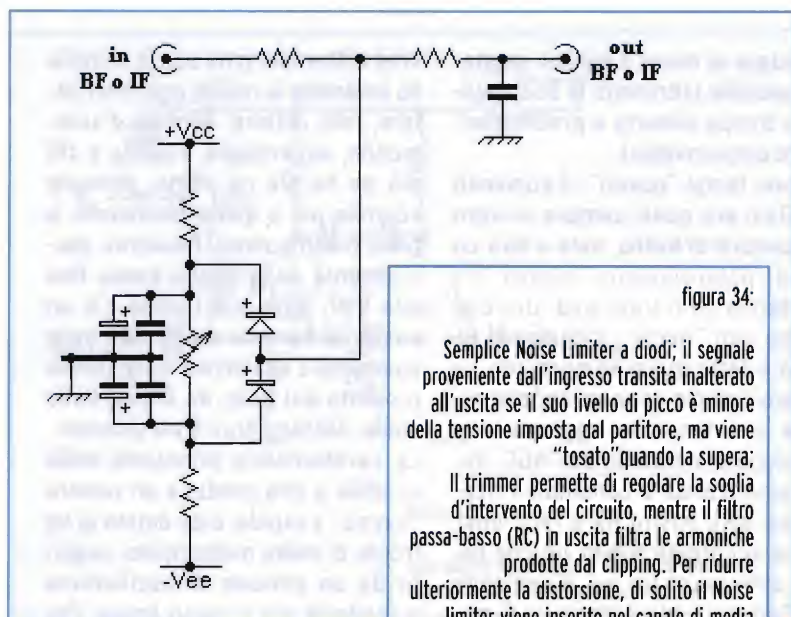

figura 34:
1. il più vecchio, semplice, economico ed ampiamente utilizzato, consiste nel tagliare tutti i segnali che salgono oltre un certo limite prefissato; questo circuito si può fare semplicemente con un paio di diodi polarizzati in modo opportuno (Figura 34); però ha l'inconveniente di non riuscire ad eliminare del tutto il rumore, ma solo di ridurlo a più miti consigli. In cambio, introduce una distorsione nel segnale che ne può peggiorare, anche significativamente, la qualità audio; ma se è fatto bene, può funzionare in maniera più che egregia.